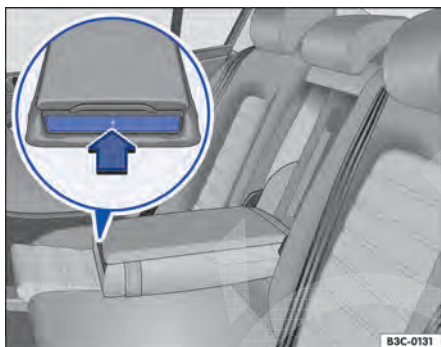

Fig. 130 No descanso-braço central traseiro: estender o porta-copos.
- Pressionar a parte dianteira do console central $\Rightarrow$ Fig. 130 no sentido da seta. O porta-copos se estende.